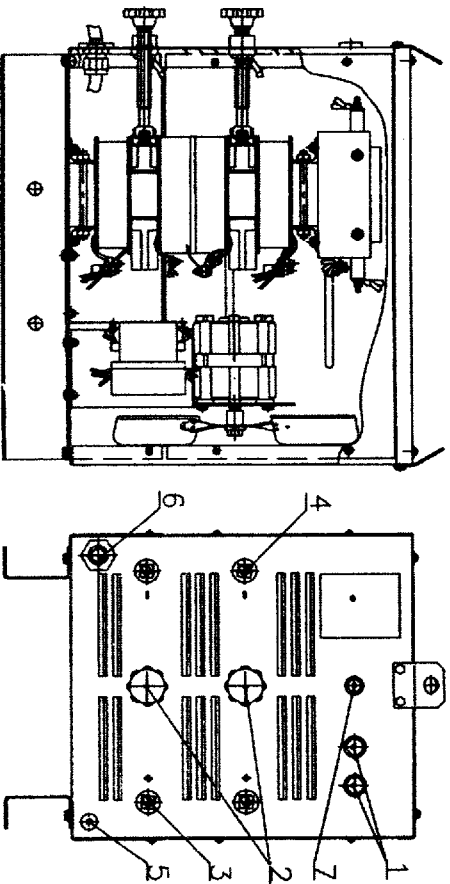

Рис.1 Общий вид выпрямителя ВДМ 2x313 У3
3.1. Внешний вид выпрямителя приведен на рис. 1. Общий вид выпрямителя. На передней стенке выпрямителя расположены кнопки «Пуск» и «Стоп» (поз.1), выходные зажимы «ПНУС» (поз.3) и «МИНУС» (поз.4). На задней стенке находятся ручки перемещения магнитного шунта (поз.2), бобышка заземления (поз.5) и выход сетевого кабеля (поз.6). Поз.7 арматура сиговая. Охлаждение выпрямителя воздушное, принудительное, направление потока охлаждающего воздуха - от передней стенки к задней.